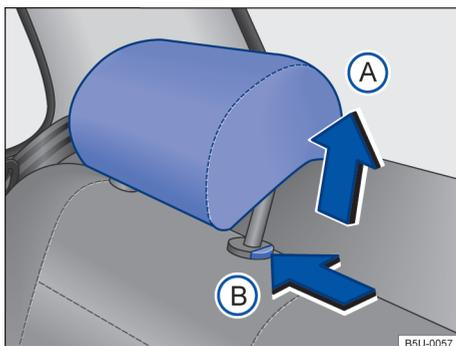

Fig. 61 Apoios para cabeça traseiros: desinstalar.
- Pressionar o botão → Fig. 61  no sentido da seta. Retirar o apoio para cabeça com o botão pressionado.
- Empurrar o apoio para cabeça para baixo com o botão → Fig. 61  pressionado.